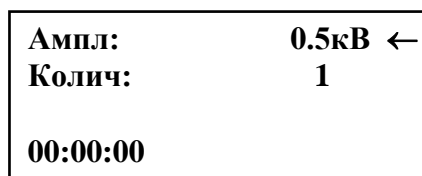

Рис.2
6.4. Подключить сетевой кабель к разъёму на задней панели и к сетевой розетке 220В; 50Гц. Включить испытательный генератор переключателем «СЕТЬ». При этом на дисплее должен появиться текст как на рис.2. Если на дисплее возникла надпись «**НЕПРАВИЛЬНОЕ ПОДКЛЮЧЕНИЕ!**», следует выключить генератор и перевернуть сетевую вилку в розетке. Если эта же надпись появилась при повторном включении, необходимо проверить наличие и исправность заземления.
7.2. Включить генератор переключателем «СЕТЬ» и включить питание ТС. После включения генератора на дисплее появляется текст и курсор в виде стрелки в верхней строке (см. рис.2). Перемещение курсора по строкам осуществляется при помощи кнопок «↓» и «↑».